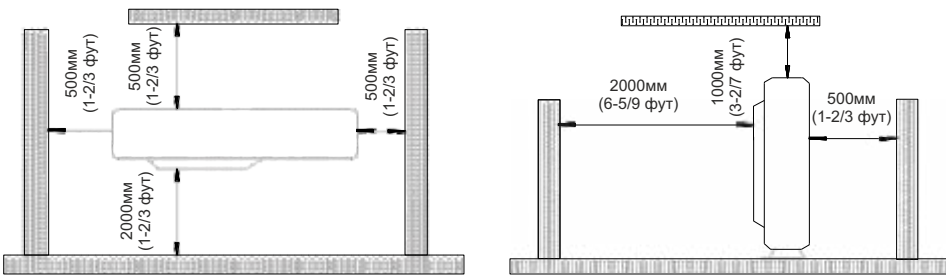

Рис. 3.2
- (3). Устанавливайте наружный блок в месте, обеспечивающем беспрепятственный слив конденсата во время работы в режиме обогрева.
- (4). Не подвергайте животных или растения прямому воздействию выходящего из агрегата горячего воздуха.
- (5). Учитывайте вес блока при выборе места для монтажа таким образом, чтобы уровни шума и вибрации во время эксплуатации были минимизированы.
- (6). Поверхность, на которую устанавливается агрегат, должна быть достаточно прочной, чтобы выдерживать вес блока.
- (7). Обеспечьте свободное пространство вокруг блока, как показано на Рис. 3.2 таким образом, чтобы обеспечивалось беспрепятственное движение воздушного потока.